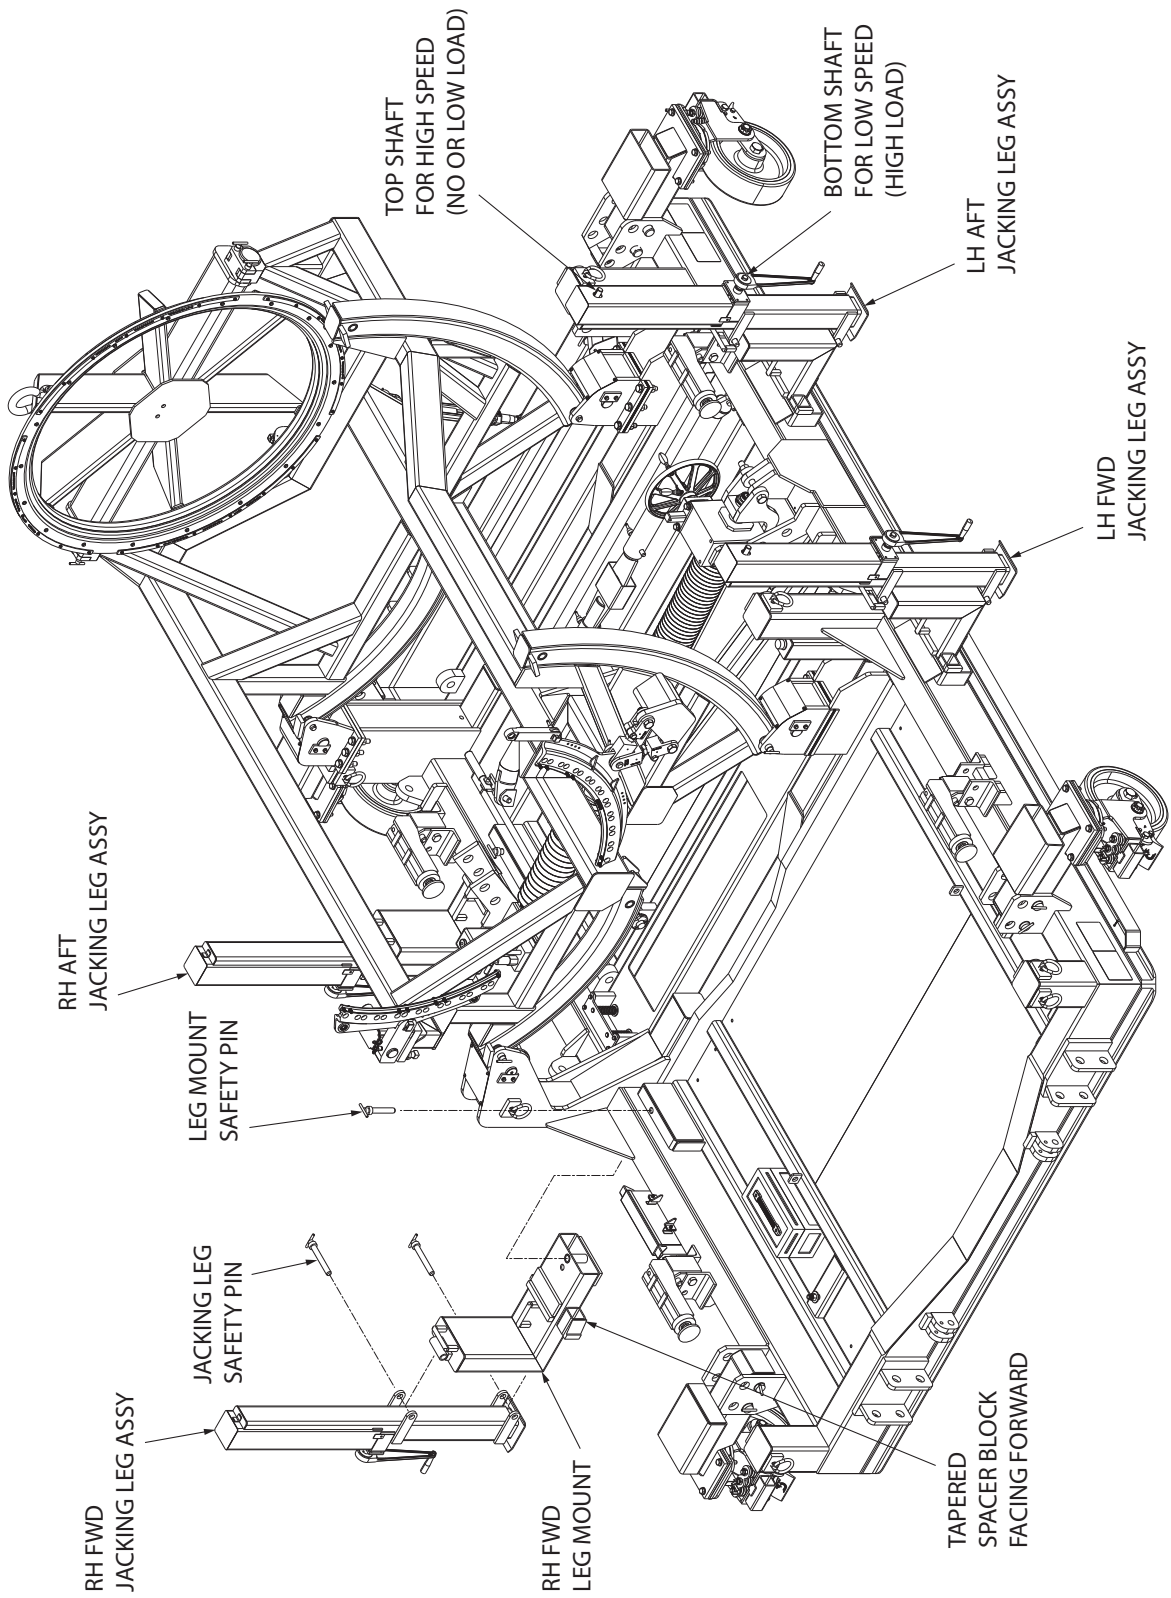

Abbildung 5.7-1 Manual Jacking Legs Installation
5.7 Nutzung der manuellen Heber (Abbildung 5.7-1)